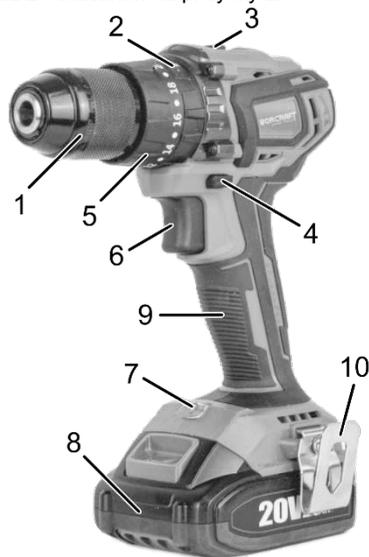

Рисунок 2
- електронний регулятор/вимикач, вбудований в пускову клавішу (6, рисунок 2) для плавної зміни швидкості обертання патрона залежно від характеру виконуваних робіт;
- реверс – перемикач напрямку обертання патрона (4, рисунок 2) з позицією блокування пускової клавіші (6, рисунок 2);
- металевий швидкозатискний трикутчастий патрон (1, рисунок 2) із затискним діаметром 0,8-10 мм;
- кільце вибору режимів роботи (2, рисунок 2): «свердління» (дерево, синтетичні матеріали, метал), «загвинчування/відгвинчування», «свердління з ударом» (цегляна кладка, пористий бетон);
- світлодіодне підсвічування робочої зони (7, рисунок 2).
2.5.3 Увімкнення та вимкнення шурупверта здійснюється натисканням/відпусканням пускової клавіші (6, рисунок 2). Вбудований у пускову клавішу електронний регулятор забезпечує плавну зміну швидкості обертання патрона, величина якої залежить від положення клавіші. Найбільша швидкість відповідає максимальному натисканню пускової клавіші.
2.5.4 Для попереднього встановлення заданого моменту затягування при операціях загвинчування/відгвинчування шурупверт забезпечений торсіонною муфтою. Необхідне значення виставляється за допомогою кільця регулятора моменту затягування (5, рисунок 2) шляхом його прокручування до фіксації вибраного значення. Перед вибором зусилля крутного моменту необхідно переконаватися, що пускова клавіша (6, рисунок 2) не натиснута і патрон (1, рисунок 2) не обертається.
4.3.1 Під'єднайте акумуляторну батарею (8, рисунок 2) та перевірте роботу шурупверта на холостому ходу.
Щоб увімкнути шурупверт, натисніть на пускову клавішу (6, рисунок 2) з необхідним зусиллям. Регулювання швидкості обертання патрона здійснюється зміною ступеня натискання пускової клавіші (чим сильніший натиск, тим вища швидкість обертання, і навпаки). Для вимкнення шурупверта потрібно повністю відпустити пускову клавішу.
Перемістіть повзунок механічного перемикача (3, рисунок 2) до упору в положення «1» для вибору швидкісного діапазону 0-400 об/хв або до упору в положення «2» для діапазону 0-1600 об/хв.
Для вибору необхідного напрямку обертання патрона залежно від характеру виконуваної операції перемістіть перемикач реверсу (4, рисунок 2) в потрібне положення, натиснувши до упору кнопку з відповідним символом (дивіться рисунок 6).
Блокування пускової клавіші (6, рисунок 1) для запобігання випадковому увімкненню електродвигуна шурупверта, здійснюється переміщенням перемикача реверсу (4, рисунок 2) в середнє (проміжне) положення (дивіться рисунок 6). Блокування необхідно застосовувати при зміні робочого інструмента та під час транспортування (зберігання) шурупверта.
Для виконання операцій загвинчування/відгвинчування поверніть кільце вибору режимів роботи (2, рисунок 2) у положення, при якому значок «гвинт» порівняється зі стрілкою на верхній частині корпусу шурупверта. Потім встановіть необхідний крутний момент, змістивши вибране значення на кільці регулятора крутного моменту (5, рисунок 2) зі стрілкою на корпусі.
При виконанні технологічної операції «свердління» поверніть кільце вибору режимів (2, рисунок 2) у положення, при якому значок «свердло» порівняється зі стрілкою на верхній частині корпусу шурупверта.
При виконанні робіт з буріння пористого бетону або цегляної кладки поверніть кільце вибору режимів (2, рисунок 2) у положення, при якому значок «молоток» порівнюється зі стрілкою на верхній частині корпусу шурупверта.